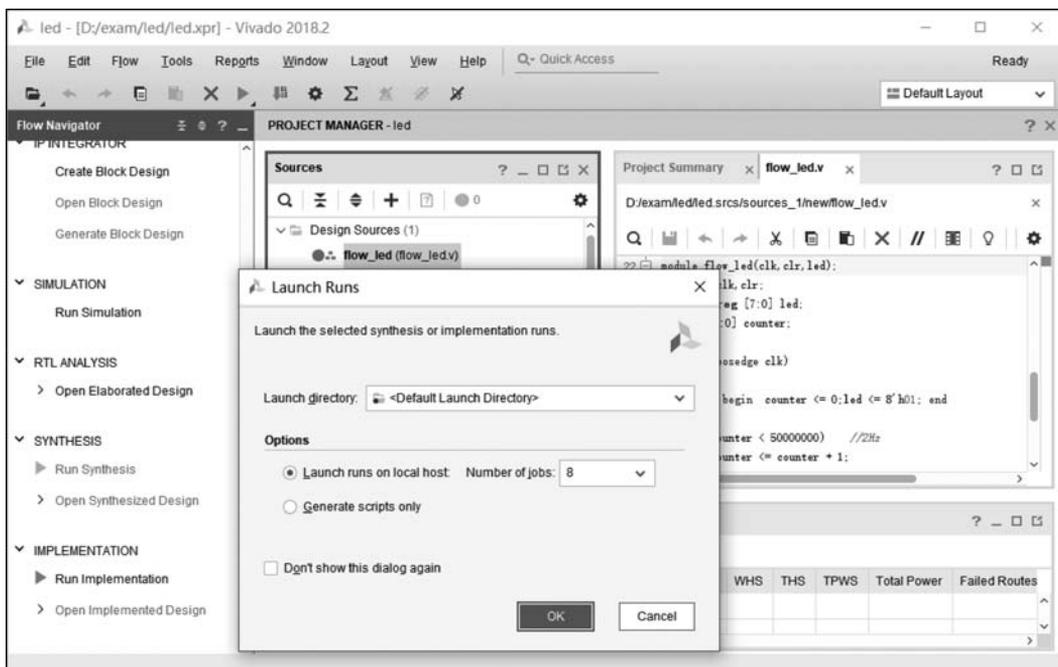

图 3.21 Synthesis 综合编译
(1) 如图 3.21 所示,在 Flow Navigator 中选择 SYNTHESIS 下的 Run Synthesis 选项,对当前工程进行综合,弹出 Launch Runs 对话框,在 Options 中选中 Launch runs on local host 单选按钮,在 Number of jobs 下拉列表中选择最大值,以缩短编译时间,此处选择 8。